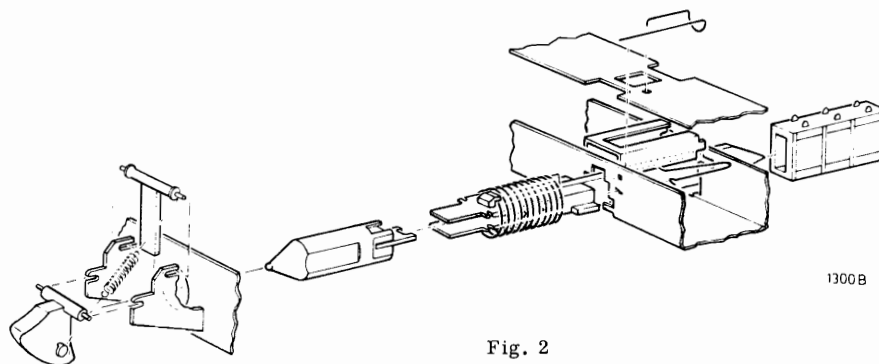

Fig. 2
- disassemble and assemble according to Fig. 2
- adskil og saml i henhold til fig. 2
- demontera och montera enligt anvisningarna i fig. 2.
- demonter og monter ifølge fig. 2.